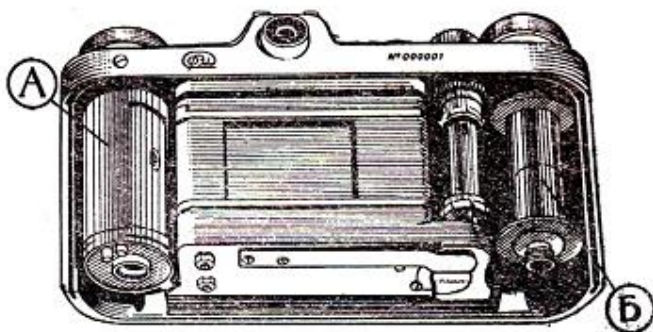

Рис. 3
Повернув аппарат, поднимите ногтем дужки замков и поверните их на пол-оборота до упора, как показано на рис. 1. Нажимая большими пальцами, сдвиньте заднюю крышку (20), так чтобы ее край вышел из паза корпуса, и снимите ее (рис. 2). Открытая камера показана на рис. 3.